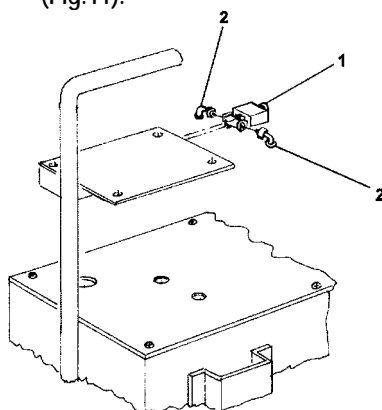

Fig.11
5. Sluit perslucht (max. 7bar) aan op ventiel 2. Sluit de perslucht-slang van de hefbrug aan op de andere kant van het ventiel 2. Het ventiel bevindt zich onder de bedieningskast (Fig.11).